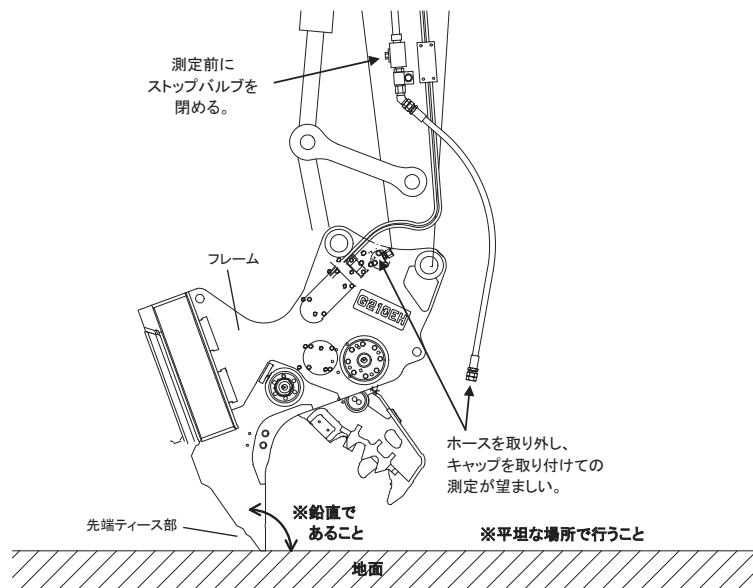

図 1-1: 測定姿勢
- ① エンジンを始動させ、アタッチメントのフレームの先端ティース部が鉛直(図 1-1 参照)になるように、アタッチメントの姿勢を調整する。
- ② アタッチメントのアームを最大開口まで開く。
- ③ エンジンを停止させ、ストップバルブを閉める。